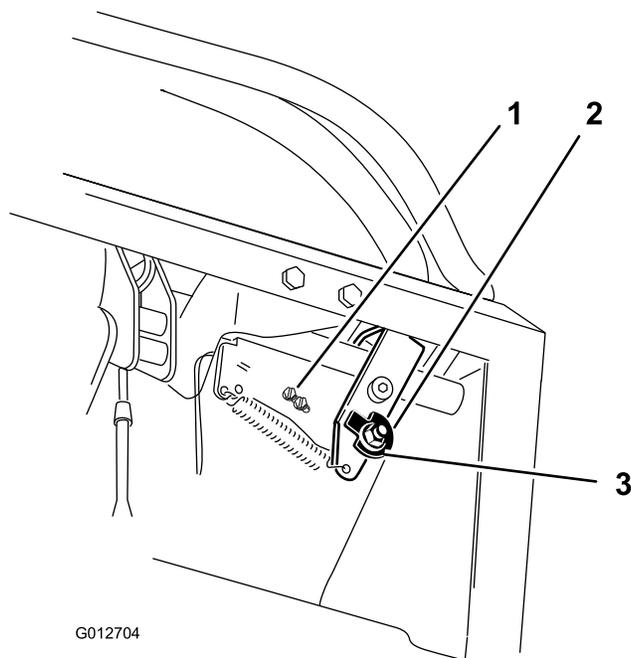
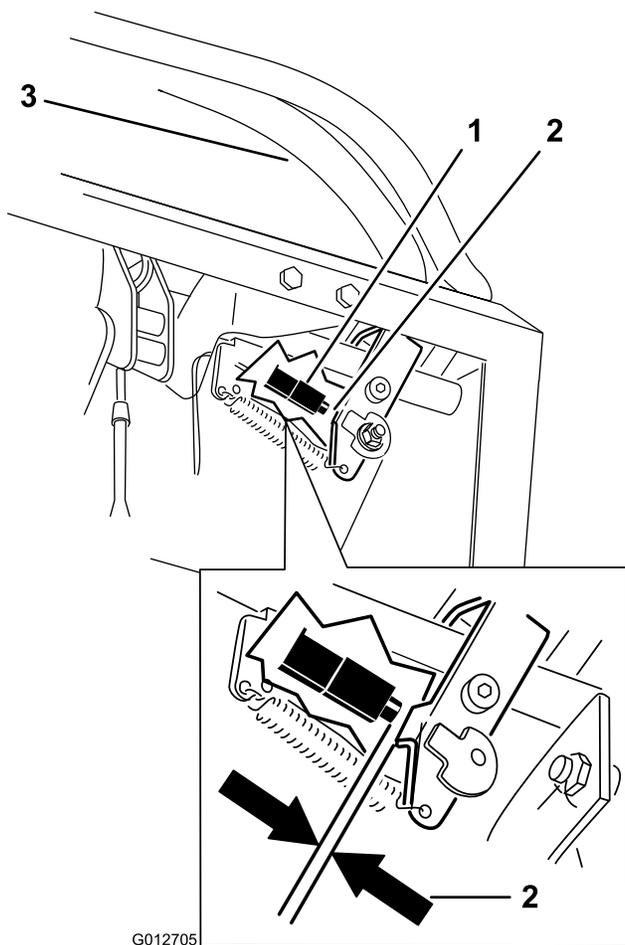

Figura 70
Figura 71
10. Controllate la distanza tra la leva di comando e il comando come indicato nella Figura 71. La distanza deve essere di 3 mm con la leva di controllo del movimento destra in posizione di sblocco in folle.
11. Se necessario, allentate le viti che sorreggono il comando e regolate lo (Figura 70 e Figura 71).
7. Allentate il dado che regge la camma (Figura 70).